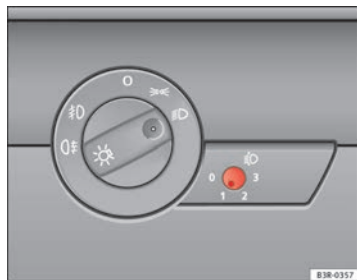

Fig. 89 Regulación del alcance de las luces
- Pulse brevemente el botón  $\Rightarrow$ fig. 89, para sacarlo de su posición de ajuste.